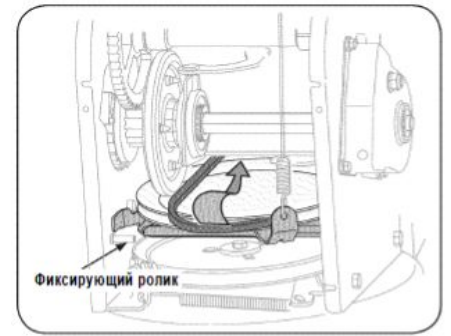

Рис. 28
6. Выверните стопорный болт для увеличения зазора между фрикционным колесом и диском фрикционного колеса См. Рис. 28.
7. Снимите приводной ремень со шкива, пропустив его между фрикционным колесом и диском фрикционного колеса См. Рис. 28.